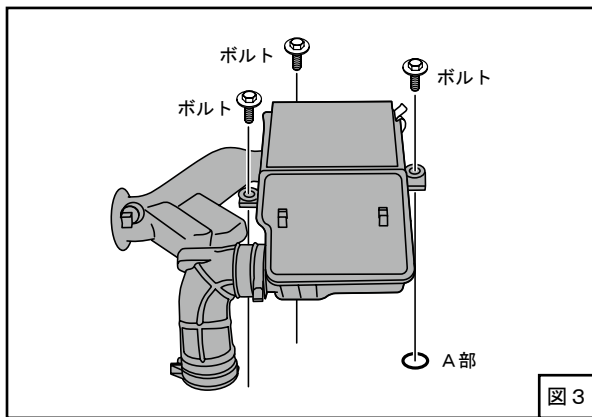

図 3
- (1) バッテリーのマイナス端子（－）からケーブルターミナルを取外してください。
- (2) エアクリーナアウトレットパイプのホースバンドを緩め、3本のボルトを取外して、エアクリーナアウトレットパイプ、エアクリーナアッシュ、エアクリーナインレットパイプを一体で取外してください。（図1、図2、図3）